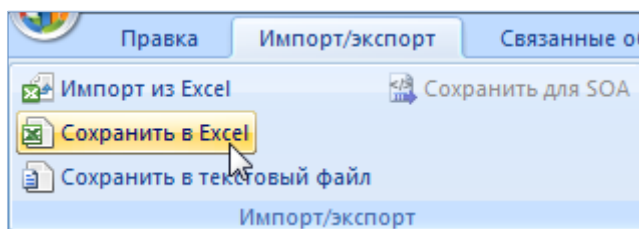

Рис. 13-527 – Кнопка «Сохранить в Excel» панели «Импорт/экспорт»
5) В появившемся окне нажать кнопку «Да», чтобы подтвердить действие (рис. 13-527).